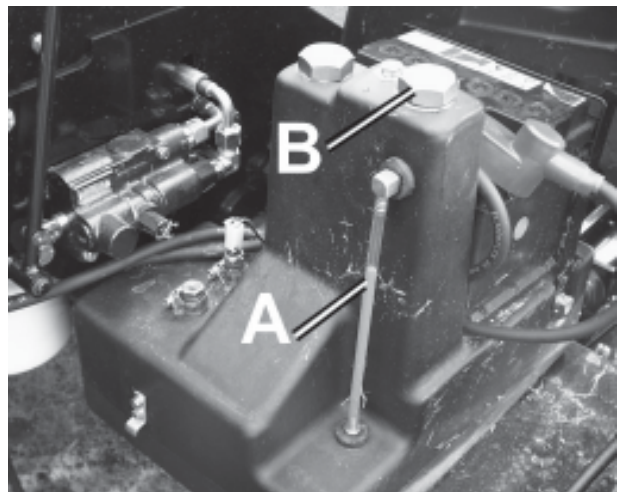

Abb. 5
3. Den Behälter über eine der Messingschrauben mit ungefähr 38 Liter SAE 10W-30 wieder auffüllen (B, Abb. 5).
4. Das Hydrauliköl ist bis zur Hälfte des Schauglases aufzufüllen (A, Abb. 5).